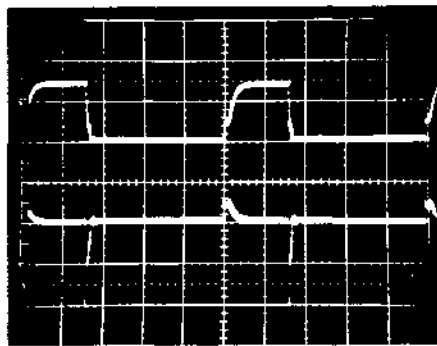

Fig. 5 : Tension et courant de grille,  $V_G$  et  $I_G$  du BUZ 36 avec une tension d'entrée de 60 V et une sortie de 5 V, 20 A.
- Les formes d'ondes de la figure 5 montrent les très faibles niveaux de courant et tension nécessaires à la commande de grille du transistor MOS BUZ 36.